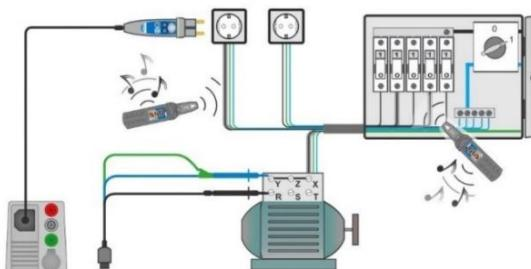

Fig. 4.119: Sporing af leder i vægge og tavler
- › Forbind 3-leder testledningerne eller Plug commander til objektet (se **Fig. 4.119 Fig. 4.16**).